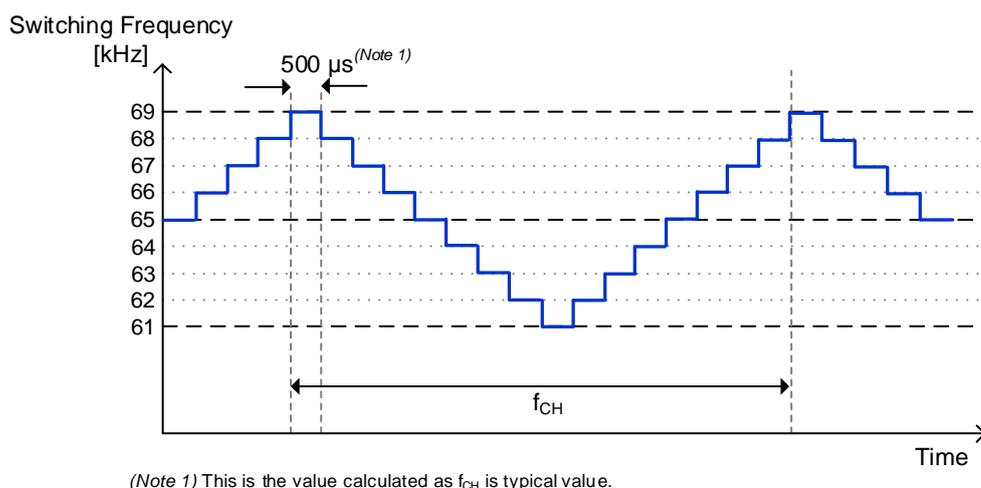

Figure 5. Frequency Hopping Function
- 内部発振器により、スイッチング周波数は  $f_{SW1}$  に固定されています。周波数ホッピング機能を内蔵しており、スイッチング周波数は Figure 5 に示すように変動します。ホッピング変動周期は  $f_{CH}$  です。